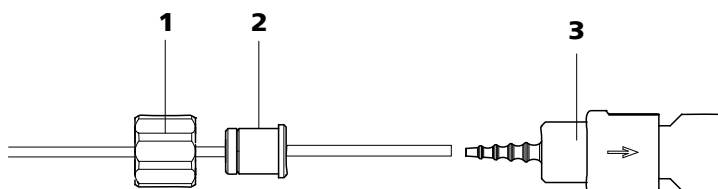

图33 安装带过滤器的泵管接口
- **情况 A: 带过滤器** 6.2744.180 (参见图 33, 第 56 页)